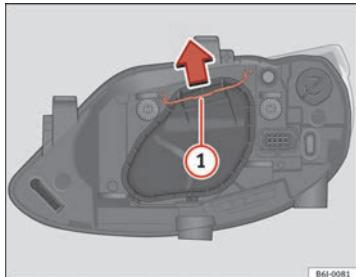

Fig. 145 Luz de cruce/ca-
- Desplace el tirante ⇒fig. 145 ① en el sentido de la flecha y saque la tapa.
- Desplace el tirante **⇒ fig. 145 ①** en el sentido de la flecha y saque la tapa.